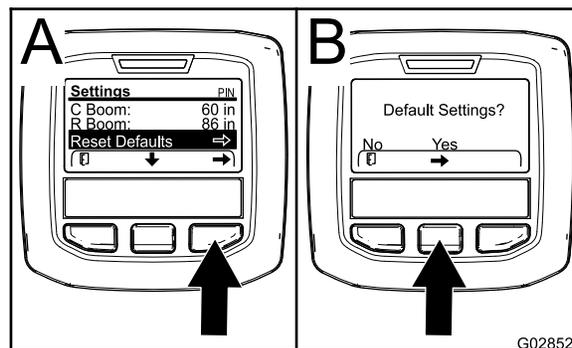

Рисунок 65
- Нажмите среднюю кнопку выбора, чтобы перейти к Reset Default (Сброс на настройки по умолчанию) (Рисунок 65).
- На экране «Настройки по умолчанию» (Default Settings) нажмите левую кнопку выбора, чтобы выбрать «Нет» (No) или правую кнопку выбора, чтобы выбрать «Да» (Yes) (Рисунок 65).